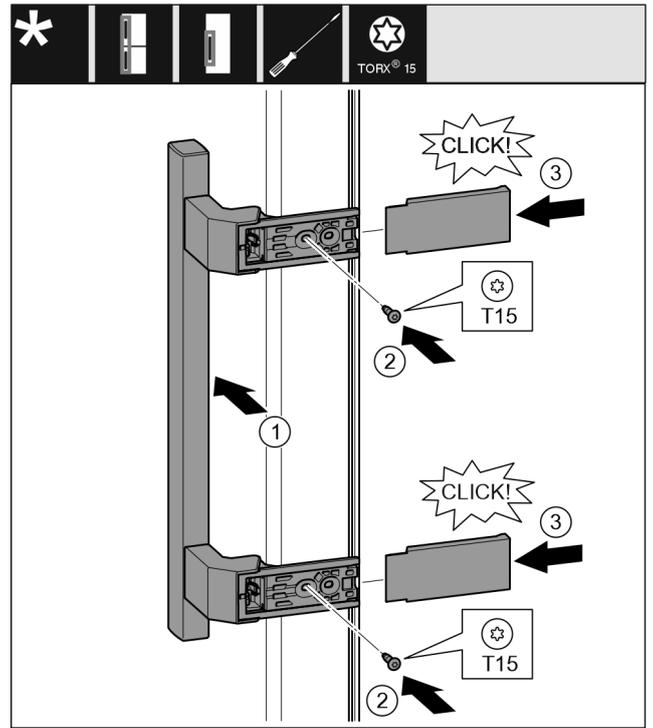

Fig. 30
- ▶ Placer la poignée du côté opposé. Fig. 30 (1)
- ▶ Serrer les vis au moyen d'un tournevis T15. Fig. 30 (2)
- ▶ Placer les recouvrements latéralement et les faire glisser. Fig. 30 (3)